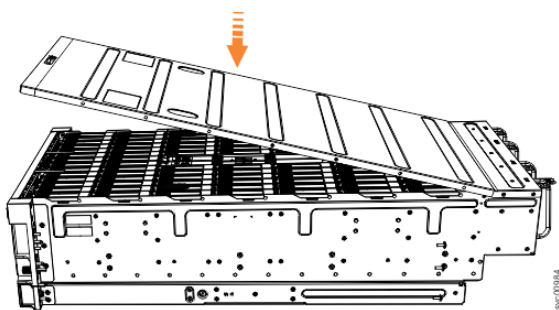

Figure 78. Alignement du capot supérieur
1. Abaissez doucement le capot et assurez-vous qu'il est aligné correctement avec l'arrière du boîtier, comme indiqué dans la Figure 78, à la page 70.